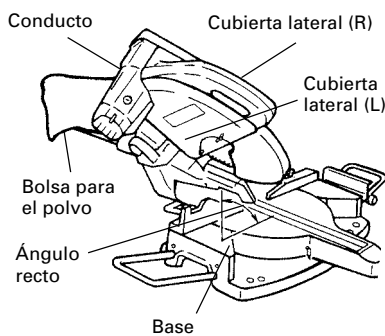

Fig. 40
- (1) Cuando la bolsa para el polvo esté llena de polvo, dicho polvo saldrá soplado de la bolsa para el polvo cuando gire la hoja de sierra. Compruebe periódicamente y vacíe la bolsa para el polvo antes de que se llene.
- (2) Durante el corte en bisel y compuesto, fije la bolsa para el polvo en ángulo recto con relación a la superficie de la base como se muestra en la Fig. 40.